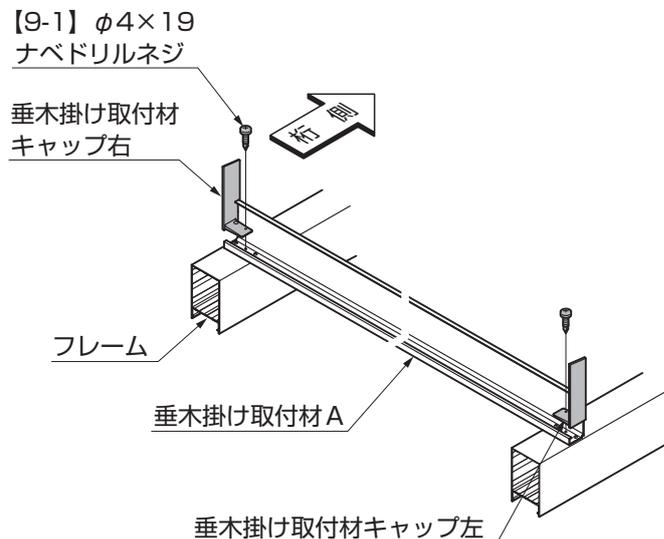
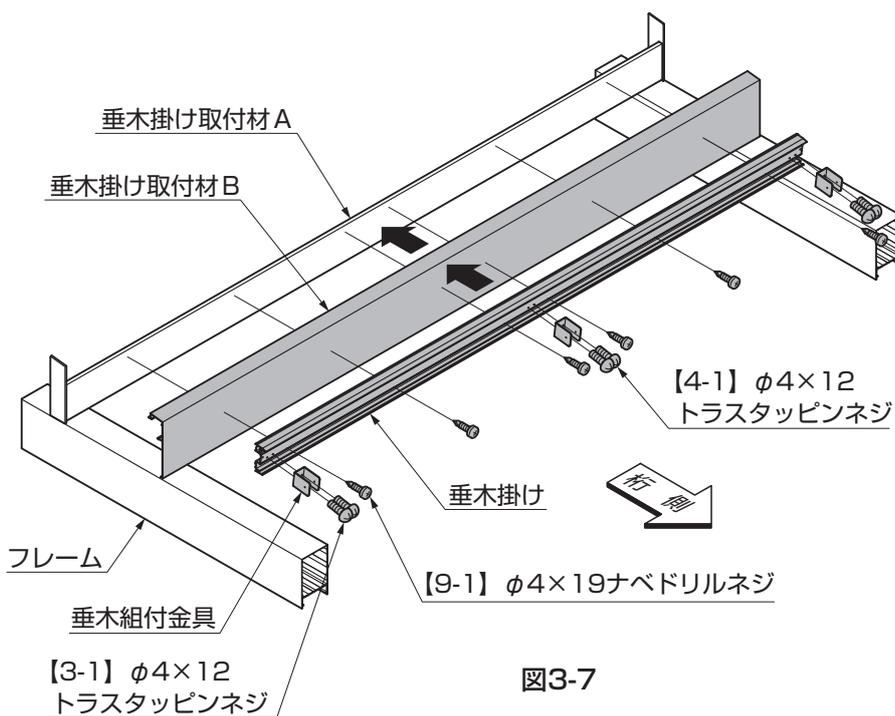
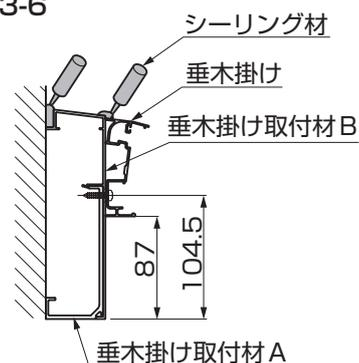

図3-6
図3-7
図3-8 6尺の場合
- ②垂木掛け取付材キャップを垂木掛け取付材Aとフレームに【9-1】で取付けてください。(図3-6参照)
- ③垂木掛け取付材Bを垂木掛け取付材Aにはめ込んでください。
- ④垂木掛けを垂木掛け取付材Bと垂木掛け取付材Aに【9-1】で取付けてください。(図3-7、図3-8、図3-9参照)
- ⑤垂木組付金具を垂木掛けに【3-1】、【4-1】で取付けてください。